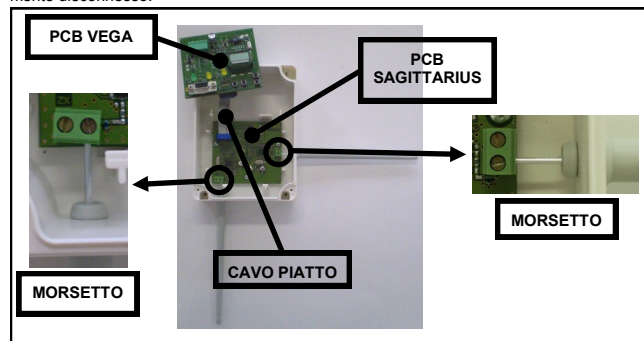

Figura 4 - Installazione delle antenne
Il traduttore è composto da 2 PCB: quello esterno è l'interfaccia per il protocollo Vega, mentre quello interno è l'interfaccia radio Sagittarius. Le antenne devono essere assicurate al PCB Sagittarius ed in particolare agli appositi morsetti (figura 4).
- Connettere l'estremità conduttiva di ogni singola antenna nei fori laterali del modulo, poi nei morsetti del PCB Sagittarius esattamente come illustrato il figura 4.